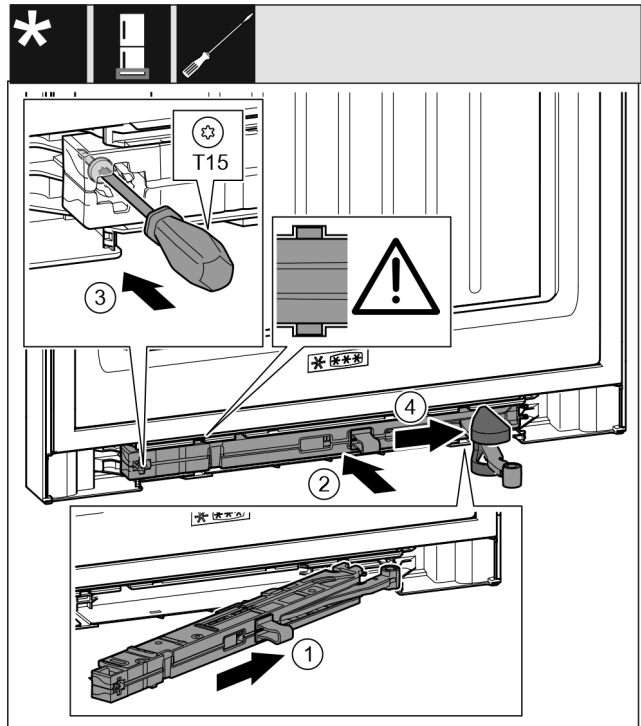

Fig. 46
- ▶ Tolja be ferdén, ütközésig a záráscsillapító egységet a mélyedésbe a csapágybak felőli oldalon. Fig. 46 (1)
- ▶ Tolja be teljesen a mélyedésbe a záráscsillapító egységet. Fig. 46 (2)
- ▶ Húzza meg a csavart egy T15 csavarhúzóval. Fig. 46 (3)
- ▶ Tolja rá a fedelet a csuklóra. Fig. 46 (4)